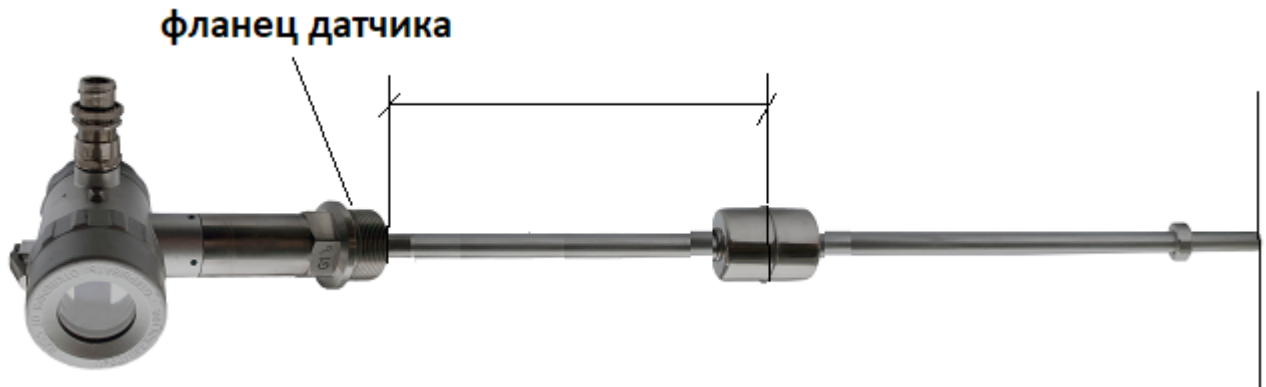

Рисунок 25 - Среднее положение поплавка
1.7.5.3 Установить поплавок в среднее значение (Рисунок 25).